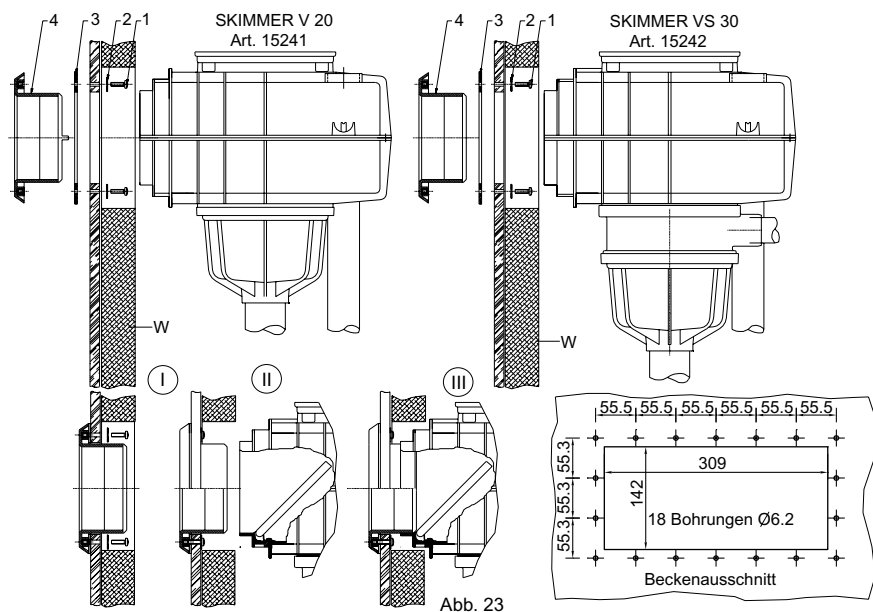

Abb. 23
- I. Die Beckenwanddurchführung (4) zusammen mit der Dichtung (3) wird von der Innenseite des Beckens in den vorbereiteten Ausschnitt gesteckt
- II. und von der Beckenaußenseite mit den beiliegenden Schrauben (1) und Unterlegscheiben (2) verschraubt.
3.8 Einbau der Skimmer V20 und VS30 in Polyesterbecken im Sandwichbau (Abb. 23) mit Skimmerwanddurchführung (Art. 1522)